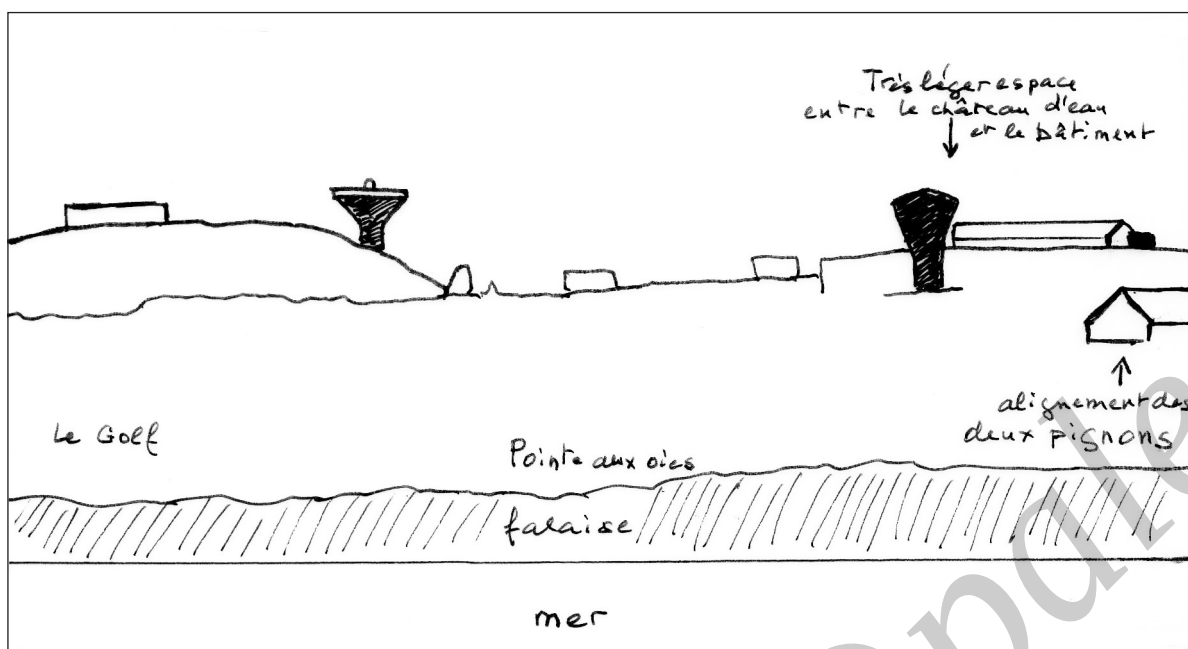

Fig. 3 : Schéma de l'Amer C.
- Le dernier amer ou Amer C (fig. 3 a), situé au Sud-Est, à la Trésorerie de Wimereux, consistait à laisser un espace entre le château d'eau et le bâtiment sur la côte de la colline (fig. 3).
Fig. 3 a : Position sur l'avant de l'épave. Sur la colline de la Trésorerie, à l'Est de Wimereux, laisser un espace entre le château d'eau et un long bâtiment sur la crête.